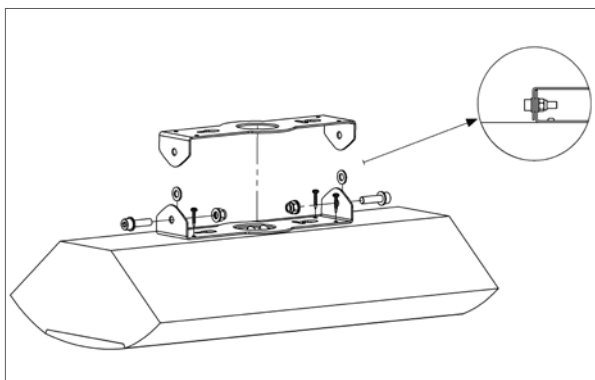

FIG.7a
2. Befestigen Sie den Befestigungsbügel mit Hilfe der mitgelieferten Schrauben am Lautsprecher (Bild 7a).